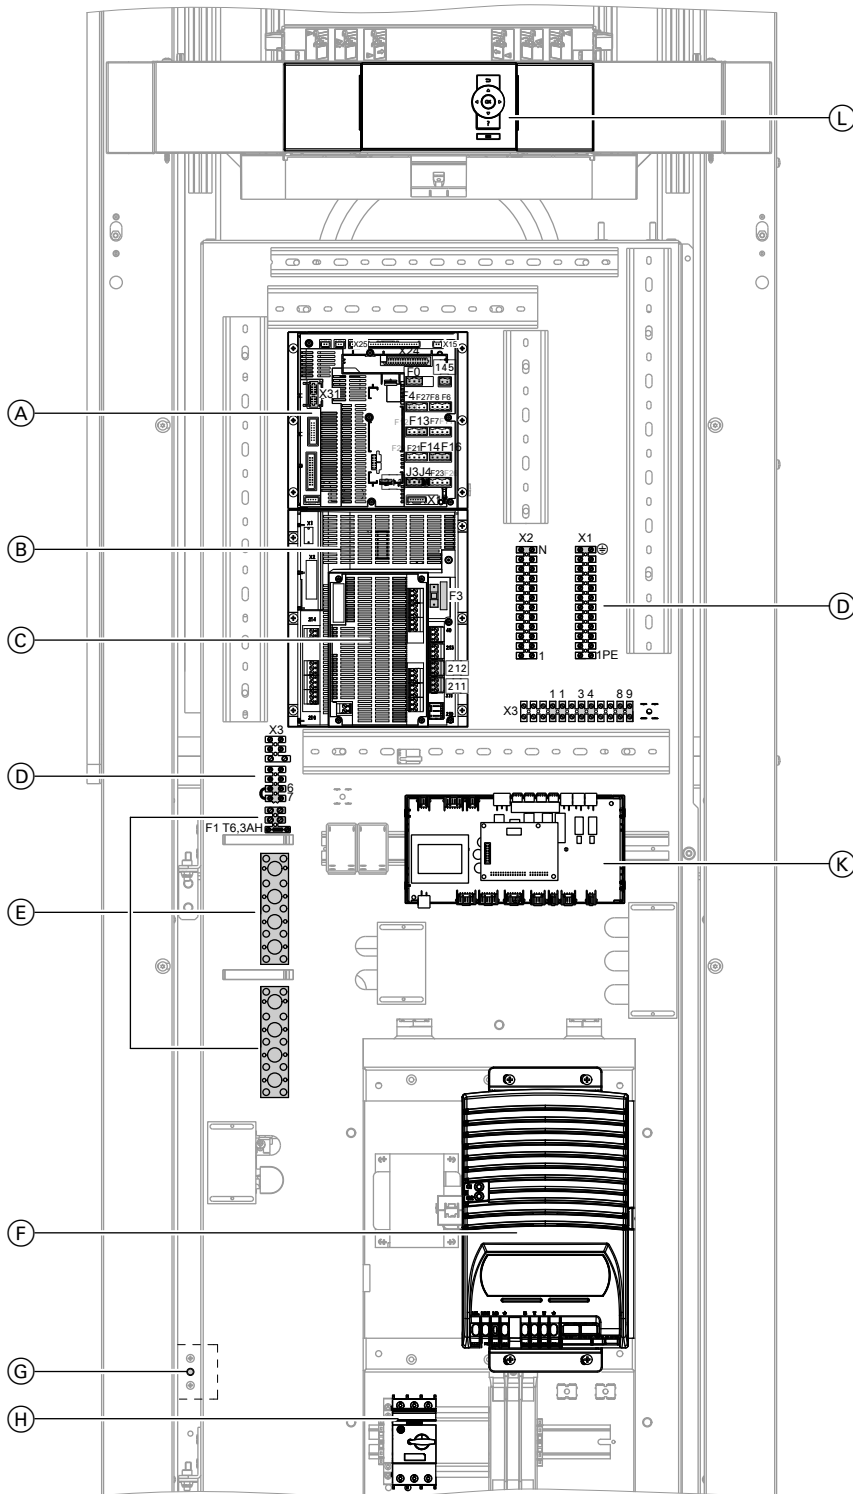

Abb. 49
- (A) Entriegelungstaste
Position der Entriegelungstaste an der Wärmepumpe: Siehe Abb. 49 auf Seite 67 (Pos. ⑥).